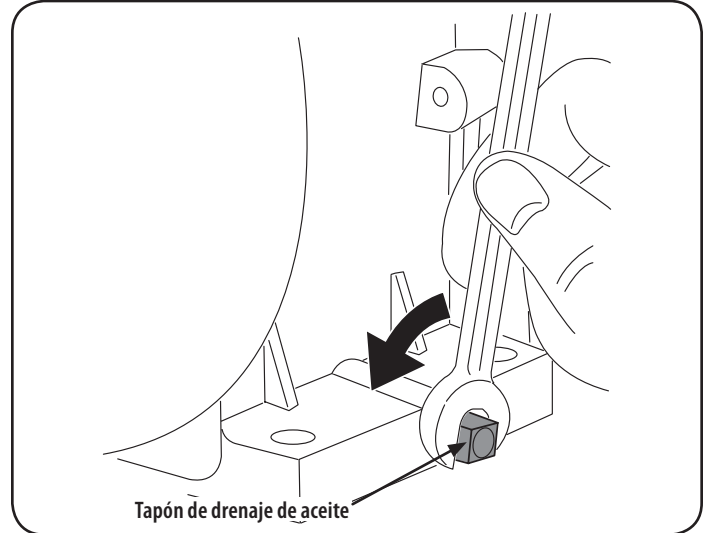

Figura 8
4. Retire el tapón de vaciado, la Figura 8.